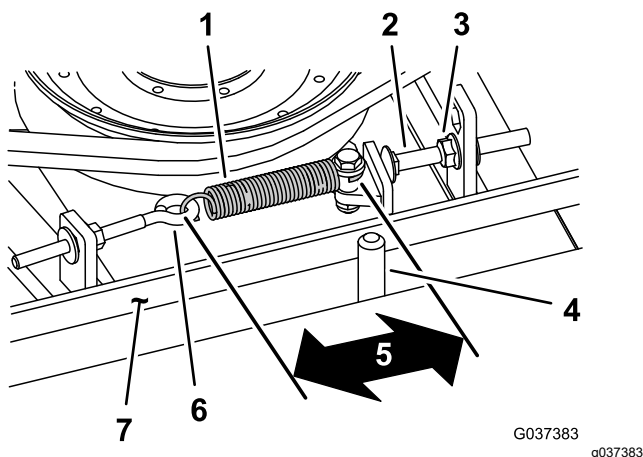

図 115
エクステンションスプリングの長さフックからフックまでが $8.3\text{ mm} \pm 9.5\text{ mm}$ であれば、張りは適切です。スプリングの張りを正しく調整できたら、その下のストップボルト キャリッジボルト の頭部とアイドラームとの間の隙間を $2\text{ mm}-5\text{ mm}$ に調整します 図 115。
注 ベルトが、ベルトガイドのスプリング側に取り付けられていることを確認してください 図 115。
2. アイボルトをゆるめる 図 115。
3. ストップボルトを取り付けタブに固定しているフランジナットをゆるめ、プーリをベルトから外す 図 115。
9. エクステンションスプリング 図 115 をアイボルトに以下のように取り付ける